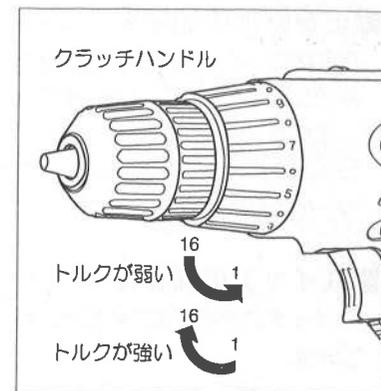

図4
■クラッチハンドルについて (図4参照)
- ドライバーとして使用のときは①~⑥の位置で調整してください。
①の表示のところは締め付けが弱く⑥のところは一番強くなります。